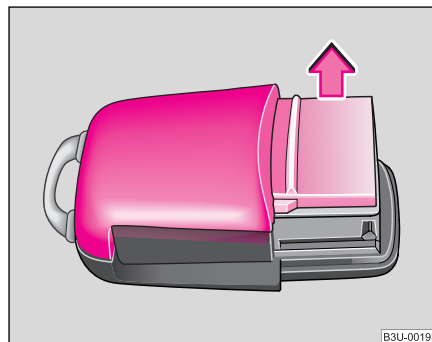

Fig. 20 Capacul carcasei emițătorului
- Scoateți capacul carcasei emițătorului ♥ pagina 38, fig. 20 în sensul săgeții.